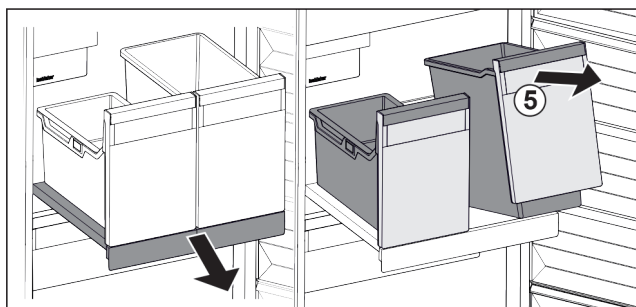

Fig. 25
- ▶ Підняти резервуар Fig. 25 (5) спереду.